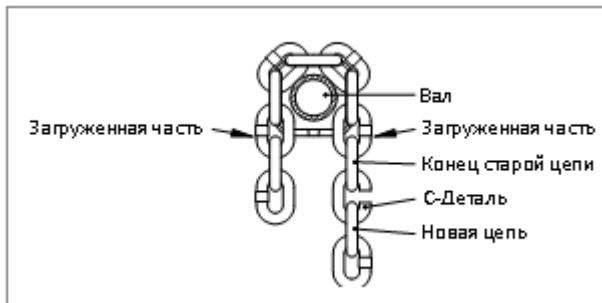

Рис. 7
**Одножильная цепь** - Ослабьте болт и снимите наконечник (якорь) цепи. На последний элемент цепи вставьте С-деталь (рис. 7). Цепь спускайте, пока не появится часть новой цепы. На последний элемент закрепите наконечник. На другой конец цепи закрепите крюк. Проверьте положение цепи.
**Двухжильная цепь** - снимите болт и наконечник цепи. За последнее звено закрепите С деталь (рис. 7). Проведите опускание до тех пор, пока конец новой цепи целиком не высунется. За последнее звено цепи закрепите болтом концевой держатель. Высунутый конец просуньте через ролик в обойме, оденьте на стержень и закрепите шплинтом.